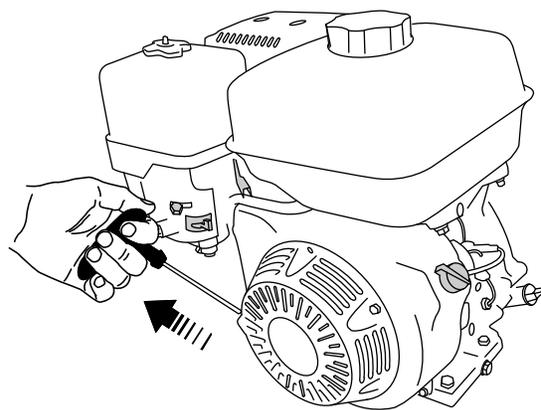

Figure 17
5. Tirez légèrement sur la poignée du lanceur jusqu'à ce que vous sentiez une résistance, puis tirez vigoureusement (Figure 17).